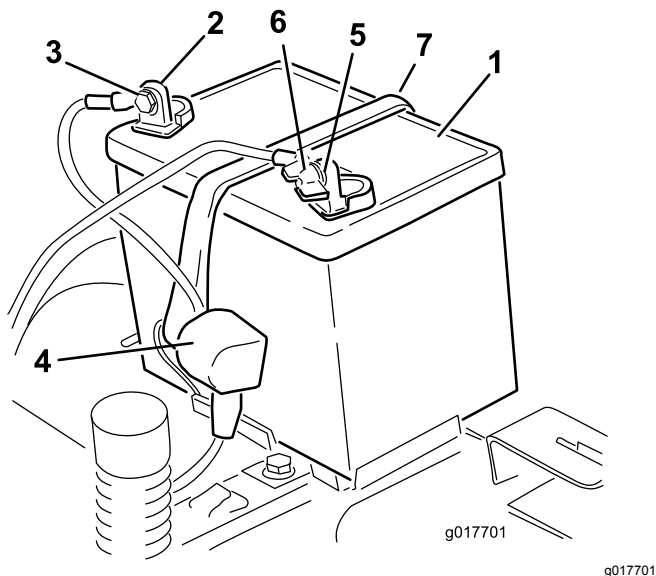

Figura 53
4. Desligue o cabo negativo (preto) do pólo da bateria (Figura 53).
6. Desligue o cabo positivo (vermelho) do pólo da bateria (Figura 53).
7. Retire o suporte da bateria (Figura 53) e levante a bateria para a retirar da respectiva plataforma.
1. Posicione a bateria no tabuleiro (Figura 53).
5. Prenda a bateria ao suporte (Figura 53).